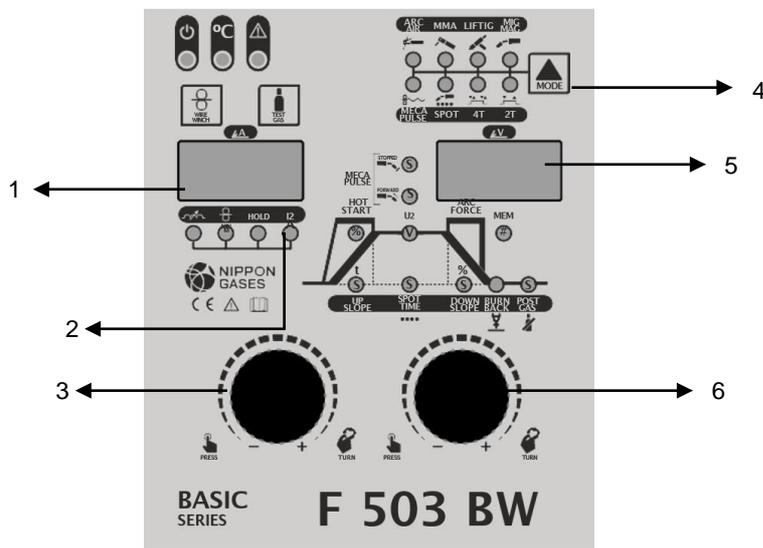

Fig.11
- Selecione o modo de soldadura TIG com o modo Tocha a 2 tempos (quando os LEDs TIG e 2T estão acesos), o modo Tocha a 4 tempos (quando os LEDs TIG e 4T estão ligados) ou o modo SPOT (quando os LEDs TIG e SPOT estão ligados) no seletor de 4 modos (Fig. 11).
\* 2T – Quando o gatilho da tocha é pressionado, o gás começa a fluir até que o soldador execute a ignição por LIFTIG (ver Fig. 11) e o arco seja estabelecido. A corrente sobe de acordo com o tempo de subida para o valor ajustado de I2. Quando o gatilho da tocha é liberado, a corrente diminui de acordo com o valor DOWNSLOPE definido, o arco é desligado e o tempo POST GAS começa.
\*\* 4T - Quando o gatilho da tocha é pressionado, o gás começa a fluir até que o soldador execute a ignição por LIFTIG (ver Fig. 11) e o arco seja estabelecido. Você pode soltar o gatilho. A corrente sobe de acordo com o tempo de subida para o valor ajustado de I2. Quando o gatilho da tocha é pressionado, a corrente diminui de acordo com o tempo DOWNSLOPE definido, o arco é desligado e o tempo POST GAS começa.